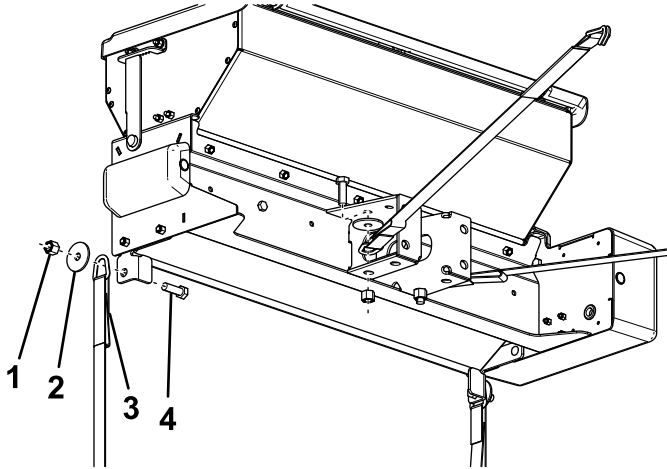

Figura 18
5. Conecte las correas con carraca al esparcidor con 4 pernos ($\frac{1}{2}$ " x $1\frac{1}{2}$ "), arandelas ($\frac{1}{2}$ " y contratuercas ($\frac{1}{2}$ "), como se muestra en la Figura 18.